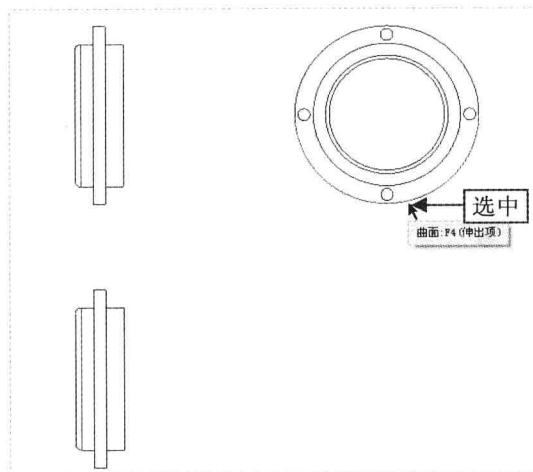

图 12-96 选择圆
Step 04 在绘图区选择右侧图形最外侧的圆, 如图 12-96 所示。